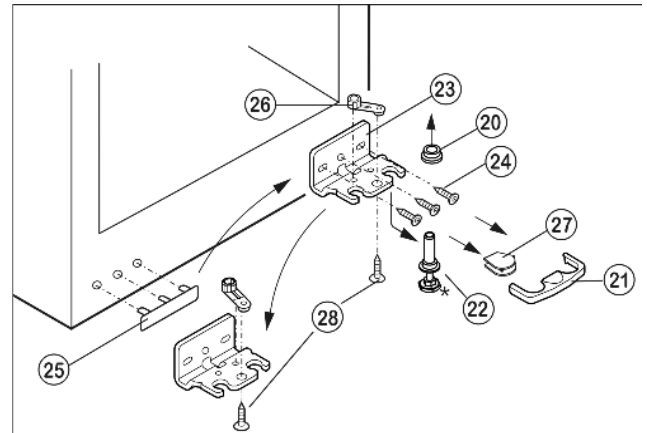

Fig. 9
- Предохранитель Fig. 9 (21) снимите движением вперед.
- Снимите крышку Fig. 9 (27).\*
- Полностью вверните регулируемую опору Fig. 9 (22).
- Вытяните опорный палец Fig. 9 (22) вниз и вперед. При этом следите за гнездом шарнира Fig. 9 (20).
- Открутите опорный кронштейн Fig. 9 (23)(3 шт. Torx 25) Fig. 9 (24).
- Открутите опорную деталь Fig. 9 (26)(1 Torx 25) Fig. 9 (28) и, переставив в отверстие на противоположной стороне опорного кронштейна, снова прикрутите.
- Осторожно приподнимите и переставьте крышку Fig. 9 (25) со стороны ручки.
- Снова прикрутите опорный кронштейн Fig. 9 (23) на новой стороне шарнира (с моментом 4 Нм). При необходимости используйте аккумуляторный шуруповерт.
- Установите крышку Fig. 9 (27) на противоположной стороне.\*
- Предохранитель (21) нужно зафиксировать сбоку на кронштейне, чтобы опорный палец и двери были защищены от выпадения.
- ▶ Снова защёлкните предохранитель (21) на опорном кронштейне.
- ▶ Наденьте гнездо шарнира Fig. 9 (20).
- ▶ Установите дверцу сверху на нижний опорный палец Fig. 9 (22).
- ▶ При необходимости выровняйте дверцы через два продольных паза в нижнем опорном кронштейне Fig. 9 (23) параллельно корпусу устройства. Для этого выкрутите средний винт.